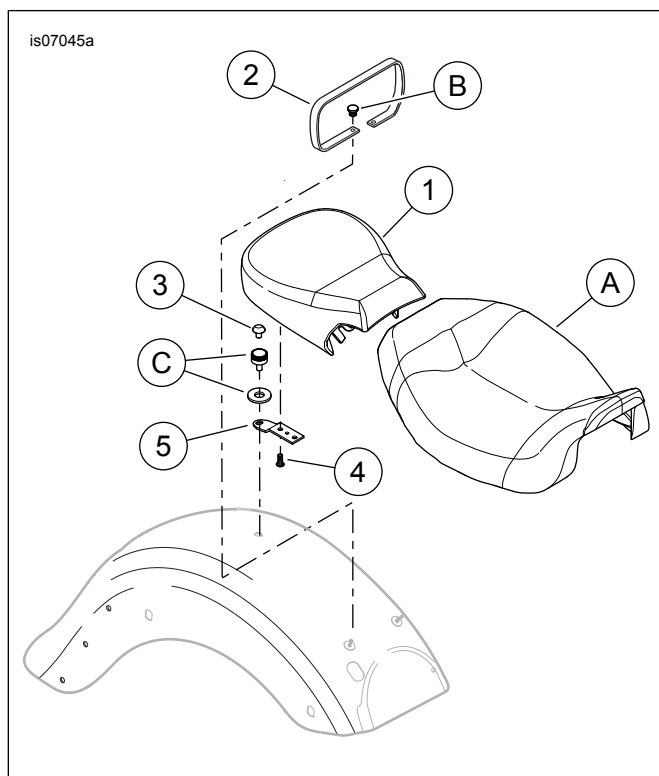

Figura 1. Parti di ricambio: Sellino Touring
Vedere Figura 1 e Tabella 1.
1. Vedere Figura 1 Se installati, rimuovere i dadi di montaggio della sella (B) e la sella monoposto (A).
2. Installare la cinghia di appiglio (2) sui prigionieri da cui sono stati rimossi i dadi di montaggio della sella.
3. Installare la sella monoposto (A) e i dadi di montaggio della sella (B) sulle cinghie di appiglio.
4. Installare il sellino Touring, attraverso la cinghia di appiglio (2), verso i dadi di montaggio della sella:
1. Vedere Figura 1 Rimuovere la bulloneria di montaggio della sella (C) nella parte posteriore del sellino.
2. Tirare il sellino (1) verso la parte posteriore per staccarlo dai dadi di montaggio della sella.
3. Se necessario, rimuovere i dadi di montaggio della sella (B) e la sella monoposto (A). Rimuovere la cinghia di appiglio (2).
6. Rimuovere il coperchio cromato (4) dalla parte inferiore del sellino. Installare il coperchio nel foro di montaggio del sellino nel parafrangente.